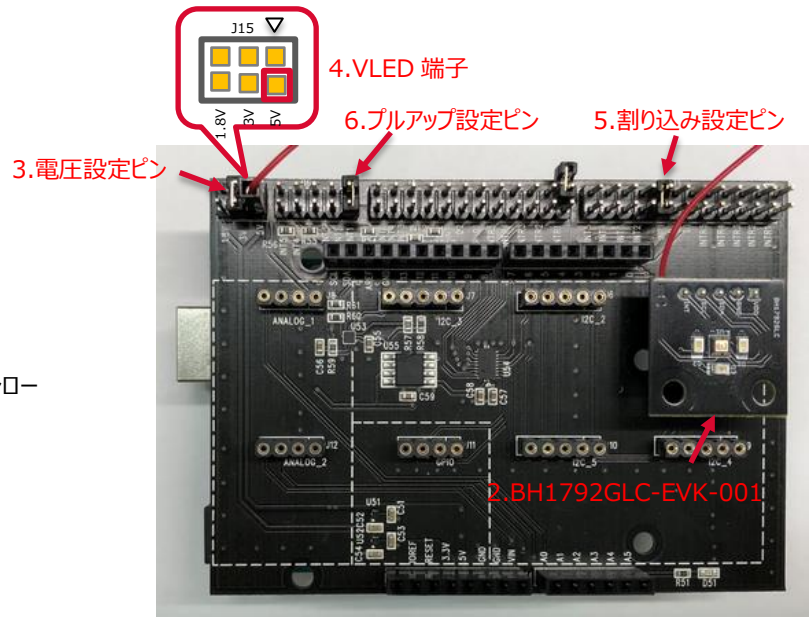

図 2 BH1792GLC-EVK-001 と SensorShield の接続
2. SensorShield の I2C_1 に BH1792GLC-EVK-001 を接続 (図 2)
3. SensorShield の電圧設定を 3.0V に設定 (図 2)
4. BH1792GLC-EVK-001 の VLED 端子を SensorShield の 5V 端子に接続(図 2)
5. SensorShield の割り込み設定を INT1 に設定 (図 2)
6. SensorShield のプルアップ設定を INT1 に設定(図 2)